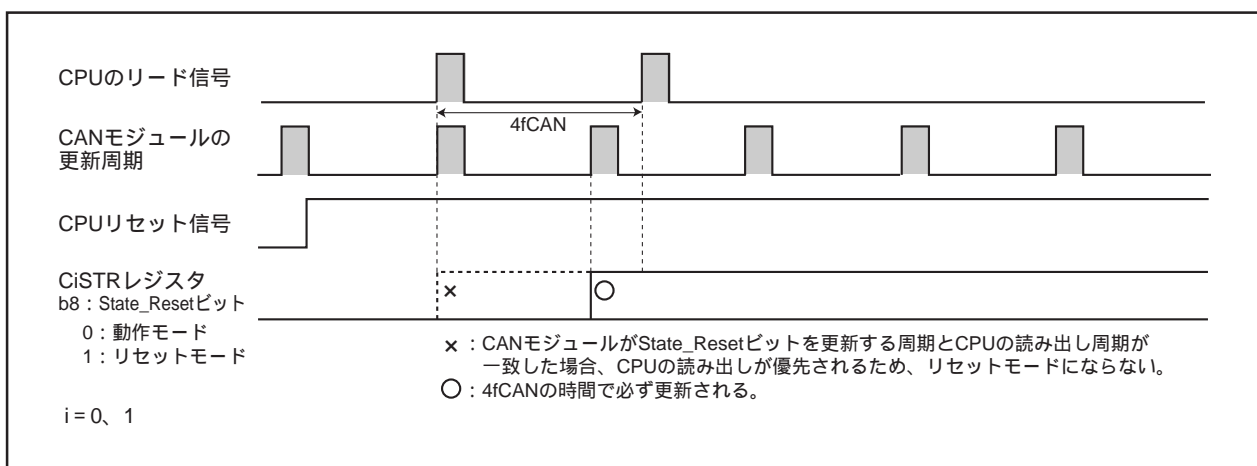

図23.5 CPUのポーリング周期を3fCANより長くした場合
- CPUがCiSTRレジスタをポーリングする場合、3fCANより長い周期にする(「図23.5 CPUのポーリング周期を3fCANより長くした場合」参照)。